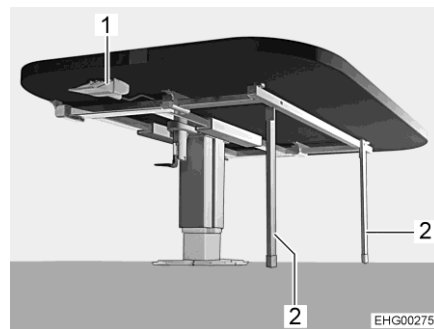

Fig. 42 Tavolo, abbassato (struttura di supporto per letto)
- Allentare ed estrarre i puntelli (Fig. 42,2) dal telaio del lato inferiore del piano del tavolo. I puntelli devono essere completamente estratti.
- Premere e tenere premuto il tasto di sblocco (Fig. 42,1).
- Rilasciare il tasto di sblocco (Fig. 42,1). Il piano del tavolo è bloccato nella posizione inferiore.